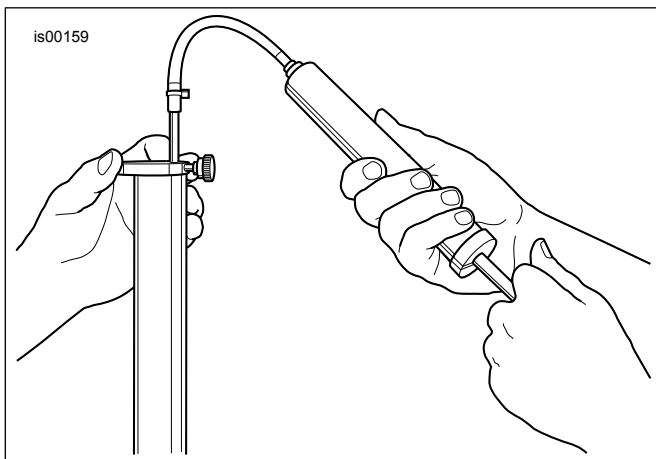

Рисунок 5. Удаление лишнего гидравлического масла (HD-59000B)
- a. См. Рисунок 5 . Возьмите указатель уровня масла в передней вилке (HD-59000B).